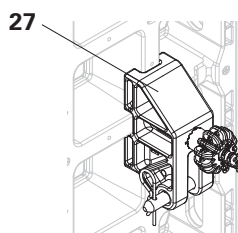

Fig. B1.03
1. Monter la fixation d'étau DUO (27), voir chapitre B3. (Fig. B1.03)